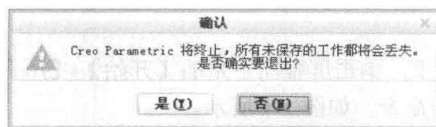

图 1-4 【确认】信息提示框
步骤 (1) 执行【文件】|【退出】命令, 或者单击系统操作界面右上角的 ☒ 【关闭】按钮, 会弹出【确认】信息提示框, 如图 1-4 所示。